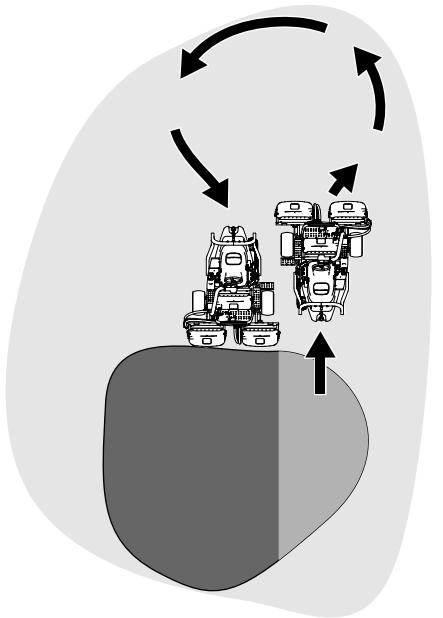

Bild 25
6. Verkürzen Sie die Betriebszeit und vereinfachen Sie das Ausrichten für den nächsten Durchgang, indem Sie die Maschine vorübergehend in die entgegengesetzte Richtung und dann in die Richtung des ungemähten Teils drehen. Führen Sie eine trünenförmige Wende durch (Bild 25), um die Maschine schnell für den nächsten Durchgang auszurichten.